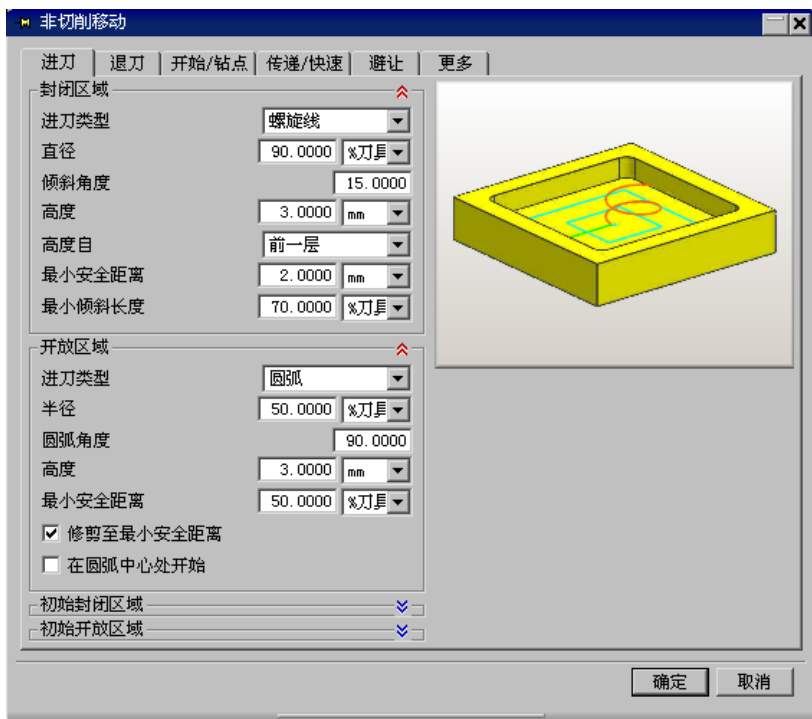

图 4.4.7 “进刀”选项卡
Step2. 单击“非切削移动”对话框中的**进刀**选项卡，其参数设置如图 4.4.7 所示，单击**确定**按钮，完成非切削移动参数的设置。